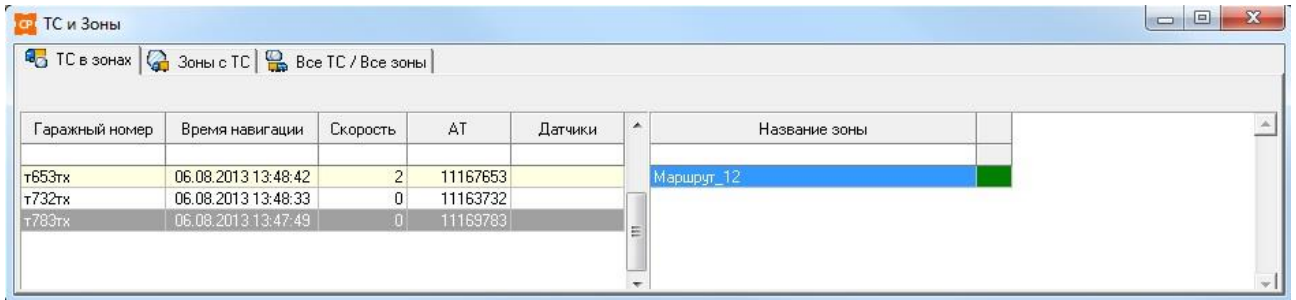

Рисунок 103 – Окно «ТС и зоны» с активной вкладкой «ТС в зонах»
- 1 вызвать пункт меню «Сервис» \Rightarrow «ТС и зоны». Программа предоставляет окно «ТС и зоны» с активной вкладкой «ТС в зонах» (см. Рисунок 103).